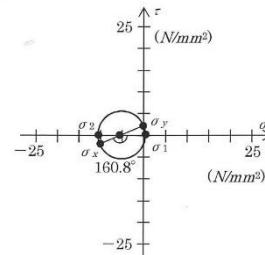
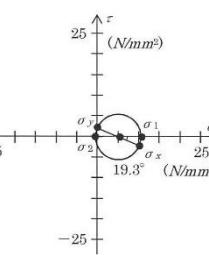

図 6.27 モールの応力円 ($y=-175$)
図 6.29 モールの応力円 ($y=175$)
p.49 図 6.27, 図 6.29 両図を以下のように修正